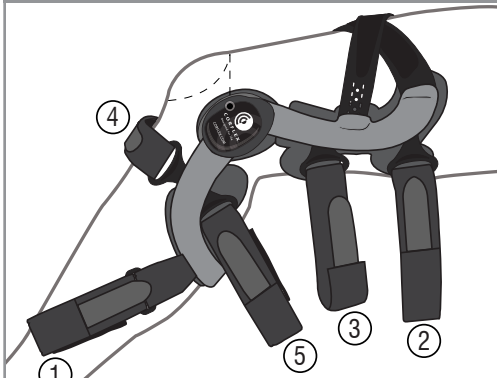

Fig. 2
- Align hinge centers with top of kneecap and position slightly behind midline of leg (Fig. 2).
- Alinee los centros de las bisagras con la parte superior de la rótula; la bisagra debe quedar ligeramente detrás de la línea media de la pierna (Fig. 2).
- Alignez les centres des charnières avec le haut de la rotule et positionnez-les légèrement derrière le milieu de la jambe (Fig. 2).